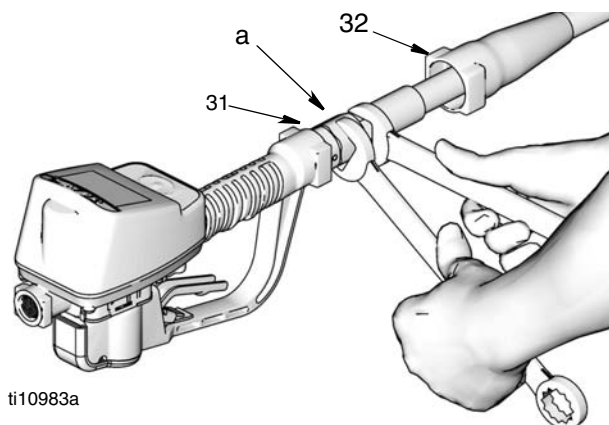

FIG. 17
Installation du compteur (FIG. 17)
2. Faites glisser la gaine de l'émérillon (32) en arrière, au-dessus du flexible, en commençant par la petite extrémité, afin d'accéder au raccord de l'émérillon (a).
3. Enduisez le filetage mâle du joint d'étanchéité du raccord du flexible de mastic à filetage. Enfilez le raccord du flexible dans l'émérillon du compteur (31). Servez-vous de deux clés pour le serrer fermement (FIG. 17).